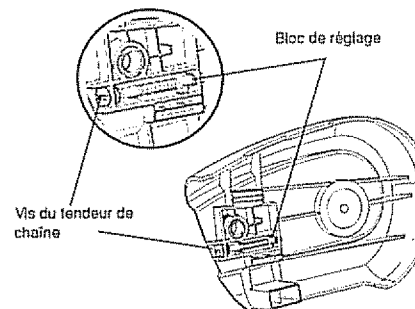

Figure 5 - Emplacement de la vis du tendeur de chaîne et du bloc de réglage
- 5 Faire tourner le dispositif de retenue du guide-chaîne de 90 degrés, comme illustré dans la Figure 5
- 7 Avant de fixer le couvercle du pignon au corps de la tronçonneuse, faites tourner la vis de tensionnement de la chaîne dans le sens antihoraire jusqu'au bout. Le bloc de réglage sera alors placé à l'extrémité de la vis de tensionnement de la chaîne (voir la Figure 5)